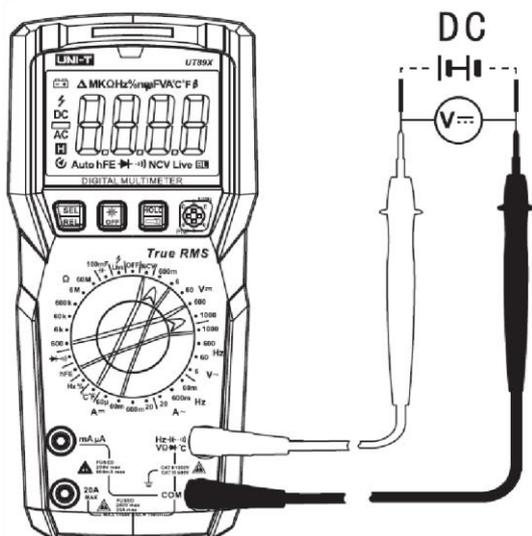

Рисунок 3
9.1 Измерение постоянного напряжения (Рисунок 3) 1)